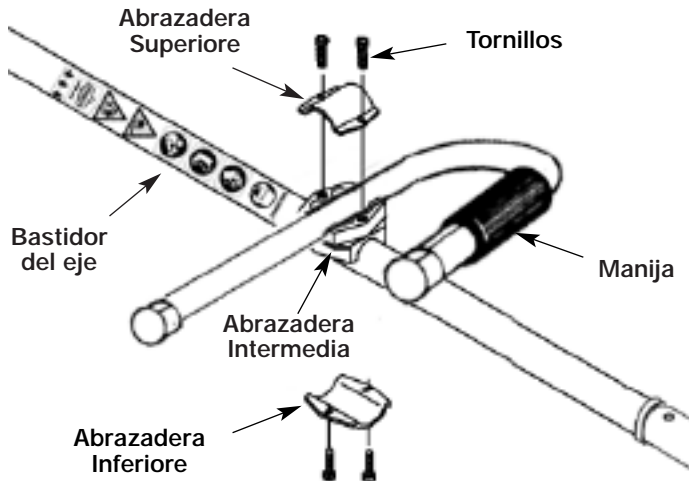

Fig. 1
2. Coloque la abrazadera inferior sobre el eje y apriete los dos tornillos (Fig. 1).
1. Fije el protector en las ménsulas del eje (Fig. 1).